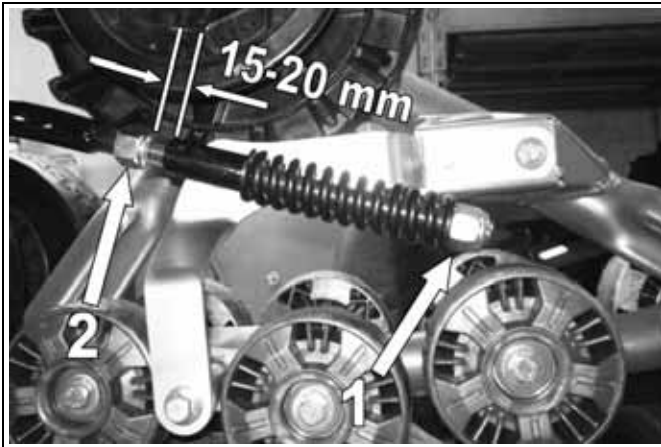

Abbildung 8
- Lösen Sie Überwurfmutter (1), die die Feder der Stabilisierungsstange zusammendrückt (siehe Abbildung 8).
- Stellen Sie Überwurfmutter (2) ein, um einen Abstand von 15-20 mm, wie dargestellt, zu erzielen.
- Drehen Sie Überwurfmutter (1) bis diese die Feder berührt, dann drücken Sie die Feder zusammen, indem Sie diese Überwurfmutter 1,5 Drehungen drehen.